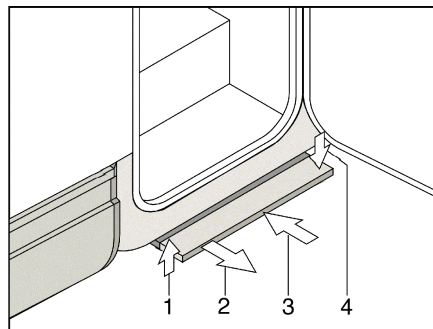

Bild 7 Mechanisch bedienbare Eintrittstufe
*Ausziehen:* ■ Die Eintrittstufe nach vorn ziehen (Bild 7,2), bis sie einrastet.
*Einschieben:* ■ Die Eintrittstufe leicht anheben (Bild 7,1).
■ Die Eintrittstufe bis zum Anschlag unter den Fahrzeugboden (Bild 7,3) schieben. Darauf achten, dass die Eintrittstufe einrastet (Bild 7,4).